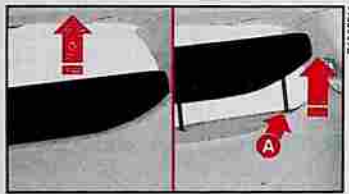

fig. 86
4) Le cas échéant, enlever les appuis-tête du siège AR, presser le bouton **A-fig. 86**.